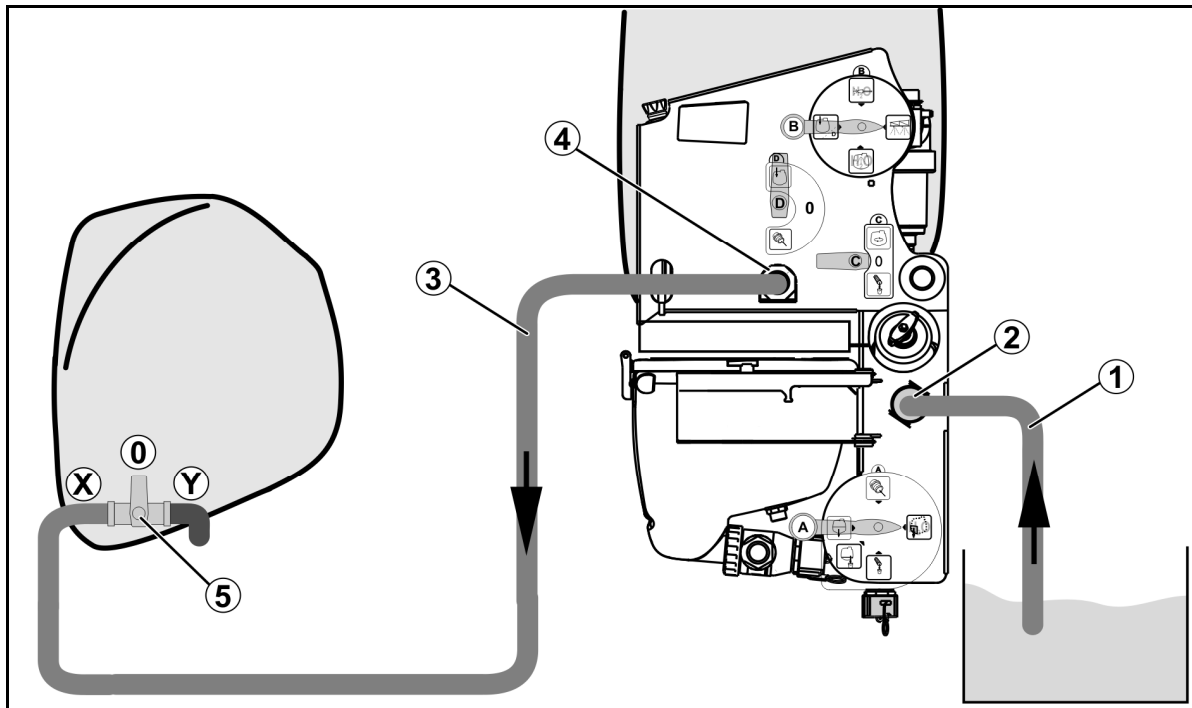

Рис. 12
1. Подсоедините всасывающий шланг (Рис. 12/1) к заправочному штуцеру (Рис. 12/2).
3. Подсоедините соединительный шланг переднего бака (Рис. 12/3) к соединительному элементу системы быстрого опорожнения (Рис. 12/4).
4. Переключающий кран на переднем баке (Рис. 12/5) в положении **X**.